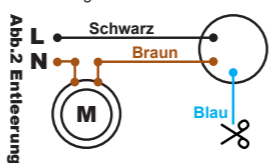

Abb.2 Entleerung
- Entleerung: (Abb.2) wenn man die Drähte schwarz und braun benutzt, schließt der Kreislauf wenn der Schwimmerschalter oben ist, und er öffnet wenn der Schwimmerschalter unten ist. Achtung: das blau/grau Kabel isolieren.